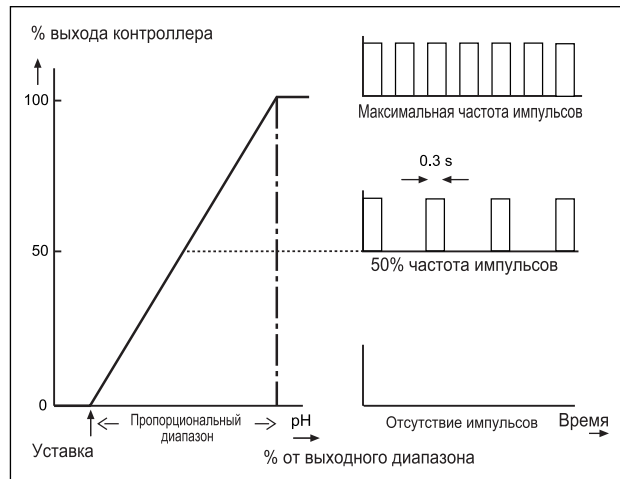

Рисунок 5-4.
*FREQ.	Максимальная частота для импульсного частотного управления. Смотрите рисунок 5-4.